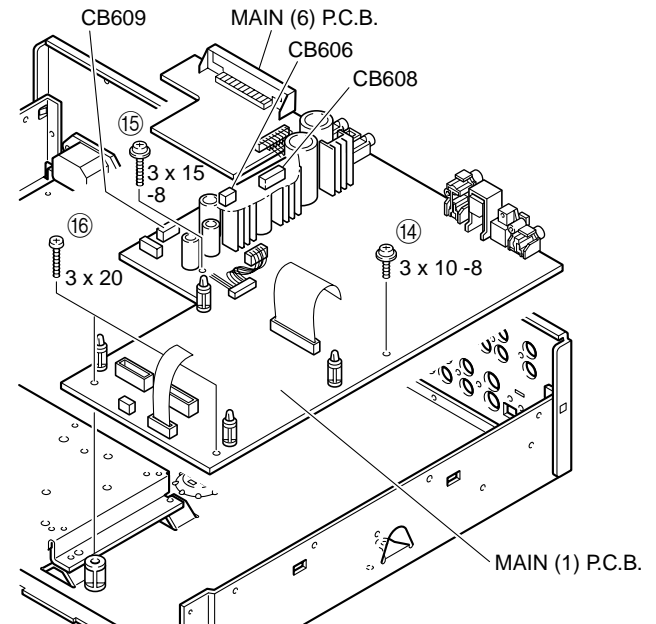

Fig. 11
- Disconnect the connectors CB606, CB608 and CB609. (Fig. 11)
- Remove 1 screw (14) and (15) and remove 2 screws (16) and then remove the MAIN (1) and (6) P.C.B. (Fig. 11)
- コネクタCB606、CB608、CB609を外します。(Fig. 11)
- 14のネジ1本、15のネジ1本、16のネジ2本を外し、MAIN (1)、(6) P.C.B.を取り外します。(Fig. 11)